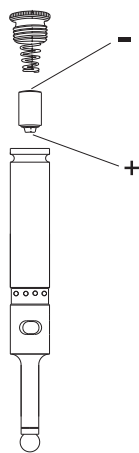
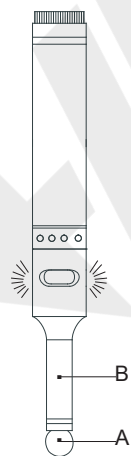

Fig.1
Fig.2
1. Instale la batería (23A, 12V) con el terminal negativo de la batería hacia arriba (Fig.1). Conecte el cable metálico entre A y B para asegurarse de que el LED se enciende y suena el zumbador (6566-3 incluye zumbador) (Fig.2).